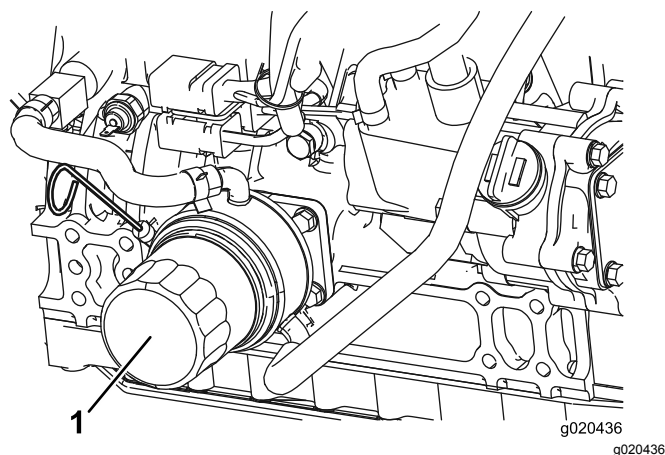

Figura 49
2. Retire o filtro do óleo (Figura 49).